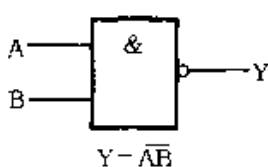

图 2-357
④ 与非门的电路符号如图 2-357 所示, A、B 为输入端, Y 为输出端。与非门的逻辑关系为 $Y = \overline{AB}$, 即只有当所有输入端 A 和 B 均为“1”时, 输出端 Y 才为“0”; 否则 Y 为“1”。与非门可以有更多的输入端。